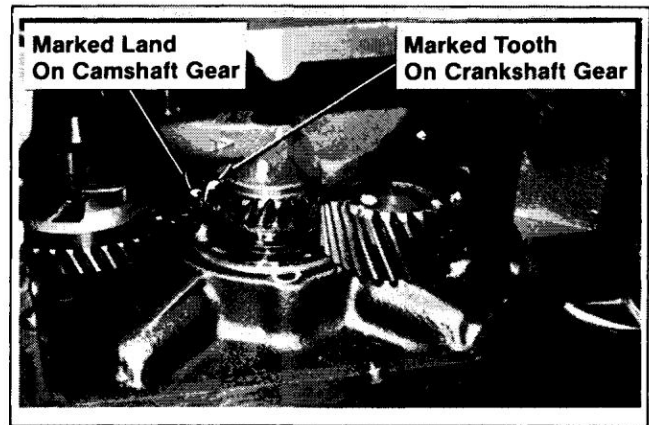

Figure 12-22. Alignement du pignon d'arbre à cames et du pignon de vilebrequin.
4. Alignez la cinquième (5th) marque sur le pignon d'arbre à cames avec la cinquième (5th) dent marquée sur le pignon de vilebrequin. Reportez-vous à la Figure 12-22.